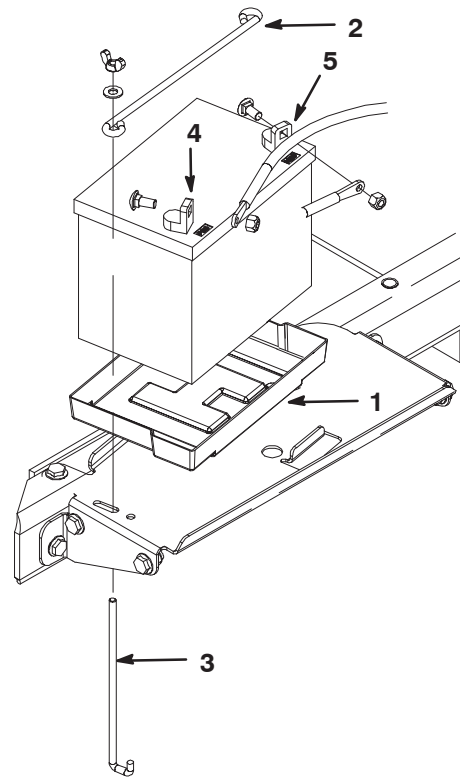

Bild 5
- Setzen Sie die Batterie in Batteriekastenuntersatz ein (Bild 5). Setzen Sie die Batterie so ein, dass sich die Pole außen befinden.
- Befestigen Sie die Batterie mit einer Batterieklemme, zwei Klemmstangen, zwei flachen Scheiben und zwei Flügelmuttern unten am Batteriekasten (Bild 5).
- Befestigen Sie zuerst das positive Kabel (rot) mit einer Schlossschraube und einer Mutter am positiven (+) Batteriepol (Bild 5), schließen Sie dann das negative Kabel (schwarz) mit einer Schlossschraube und einer Mutter am negativen (-) Pol der Batterie an (Bild 5). Ziehen Sie den Gummischuh über den Pluspol, um Kurzschlüssen vorzubeugen.